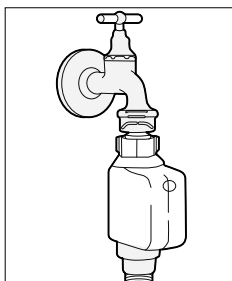

Abb. 5
- ▶ Schließen Sie den Wasserzulaufschlauch an einen Kaltwasserhahn mit 3/4" Gewinde an (siehe **Abb. 5**). Sie können den Zulaufschlauch ebenso an einen Heißwasserhahn anschließen, wenn die Wassertemperatur 60°C nicht übersteigt. Die Spüldauer wird dadurch um ca. 15 Minuten verringert.